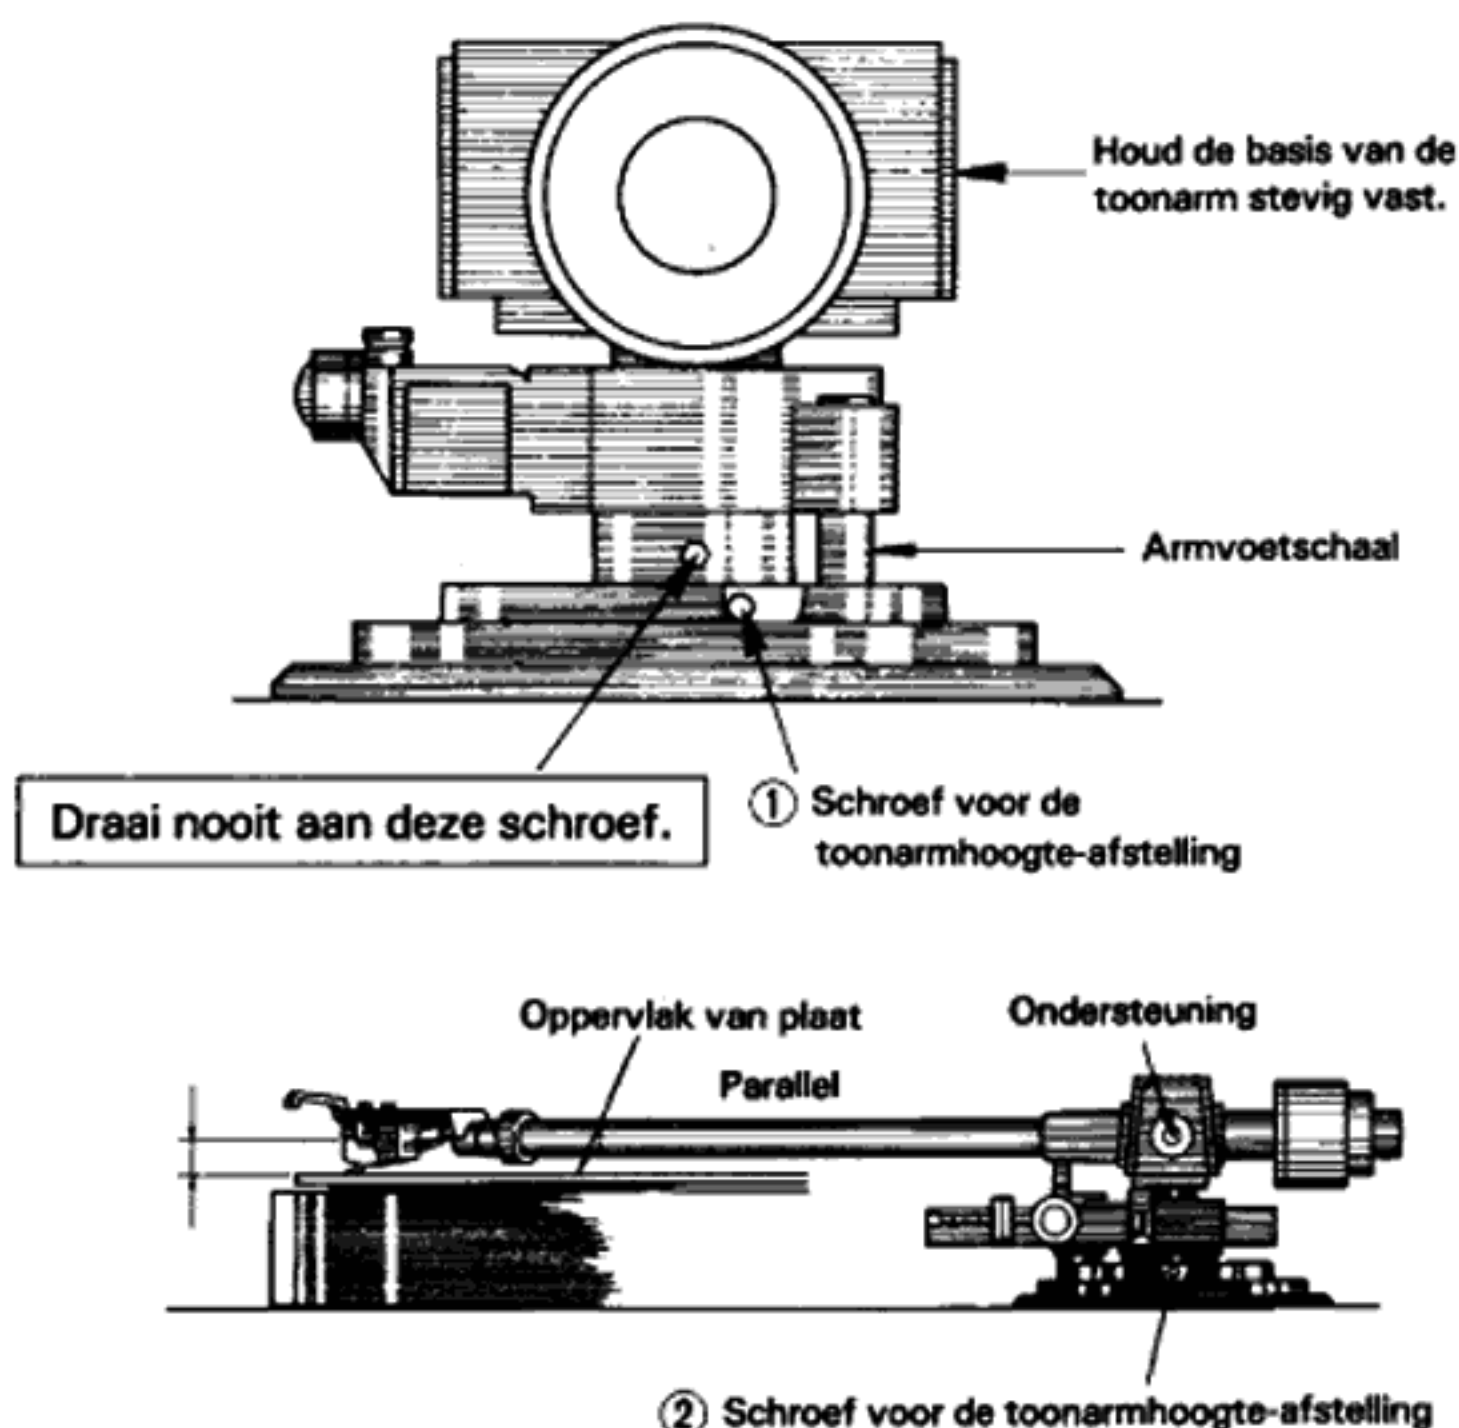

Fig. 16
4. Houd de armvoet met uw linkerhand vast zoals aangegeven in Fig. 16. Draai nu de 2 schroeven voor de toonarmhoogte-afstelling (1, 2) los met de bijgeleverde zeskan-te sleutel.